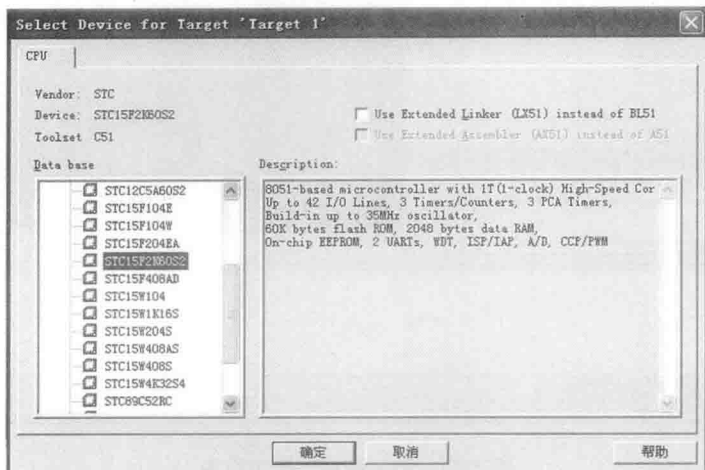

图 1-12 选择目标芯片对话框
• 建立新的工程文件。点击菜单栏：Project→New Project…，出现一个文件名对话框，输入工程名称（例如为 exam1），不需要扩展名，单击“保存”按钮。出现选择目标 CPU（即所用芯片的型号）对话框，如图 1-12 所示，本实验装置使用的是 STC12C5A60S2 系列的单片机，所以点击 STC 前面的“+”号，选择 STC 公司的 STC12C5A60S2 芯片，单击“确定”按钮，回到主界面，此时，在工程窗口的文件页中，出现了“Target1”，前面有“+”号，点击“+”号展开，可以看到下一层的“Source Group1”。芯片的选择也可以以后进行修改，可依次点击：Project→Select device for target 来进行设置。（如果 Keil 中没有 STC MCU 数据库，则需要先导入 STC MCU 数据库才能选择 STC 系列芯片，后面我们会介绍如何导入 STC MCU 数据库）。